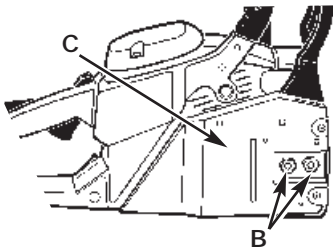
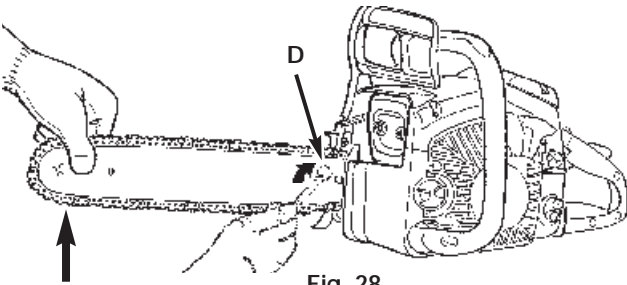

Fig. 22
Fig. 28
1. Afloje la barra que retiene nueces (Fig. 22). Sostenga la nariz de la barra guía hacia arriba y dé vuelta al tornillo de ajuste (D) en DIRECCION DE LAS MANECILLAS DEL RELOJ para incrementar la tensión de la cadena. Dando vuelta al tornillo en DIRECCION CONTRARIA DE LAS MANECILLAS DEL RELOJ reducirá la suma de la tensión de la cadena. Asegúrese que la cadena se amolde ordenadamente todo el camino alrededor de la barra (Fig. 28).